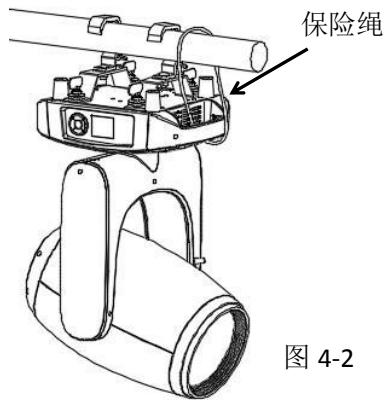

图 4-2
SK-H260S1 BEAM 吊挂+快速锁式灯钩安装方式如下图 4-2:
2. 吊挂组件安装灯具底部：灯钩口朝显示板位置，快速锁对准底部 4 孔位后用钳子顺时针扭紧“咔”一声锁紧（图 4-2）